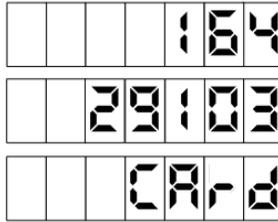
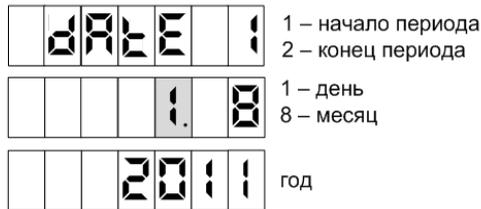

Рисунок 24
Рисунок 25
12.2 При выборе пункта 1 (**просмотр информации о наливах по карте за период**) отображается экран ввода карты (рисунок 24).
Подтвердить выбор кнопкой . На табло ТРК отобразится экран ввода периода (рисунок 25).
При нажатии кнопки  отобразятся: код топлива, отпущенный объем, дата и время налива (см. рисунок 24). При повторном нажатии кнопки  - суммарный счетчик на конец налива, порядковый номер налива (см. рисунок 25).